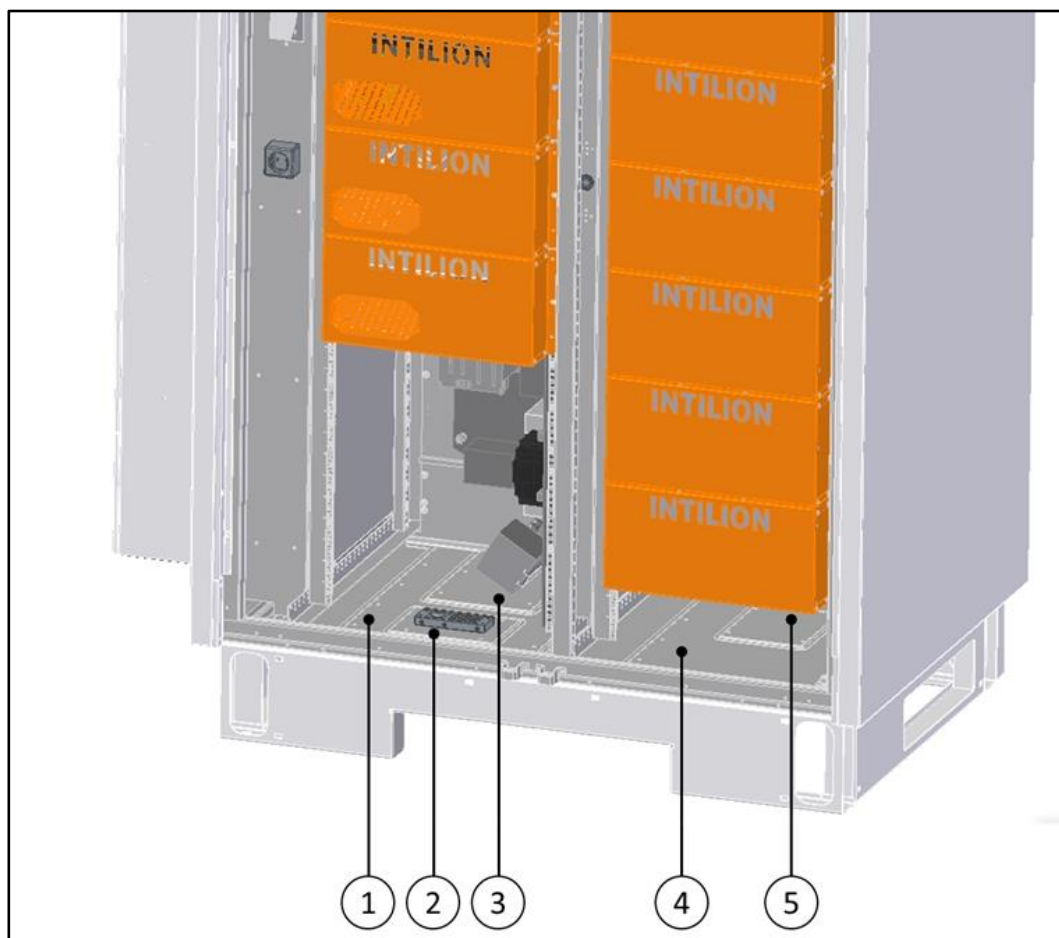

Abb. 31 Demontage der Transportpalette – Entfernung der Bodenbleche
- Befestigen Sie, falls entfernt, die Bodenbleche (4) und (5) (siehe Abb. 31).